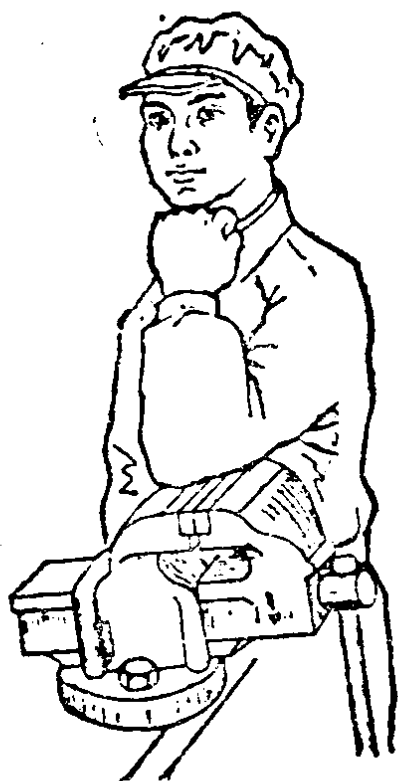

图 1-3 虎钳的高度
② 台虎钳的安装高度对于操作者是很重要的。如图 1-3 所示高度较为合适。
③ 台虎钳一定要牢固地固定在钳桌上，两个夹紧虎钳的螺钉必须扳紧。操作时虎钳没有松动现象，否则会影响工件质量。